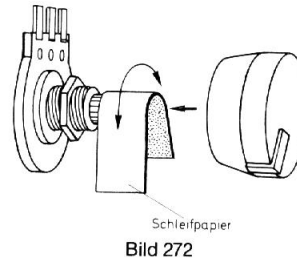

Bild 272
- () Achse des Potis mit Schleifpapier etwas abschleifen (Bild 272).